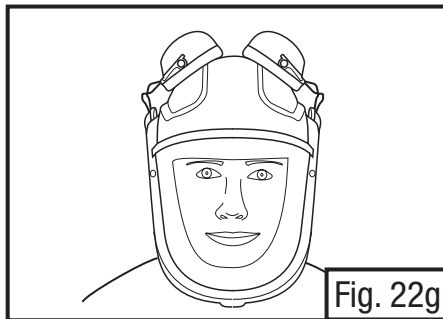

Fig. 22g
- **Rangement :** Les coquilles pivotent pour se ranger sur le dessus de la pièce faciale (Fig. 22g) si celle-ci est propre et exempte de contaminants. Veiller à ce que les coussinets d'étanchéité demeurent propres.